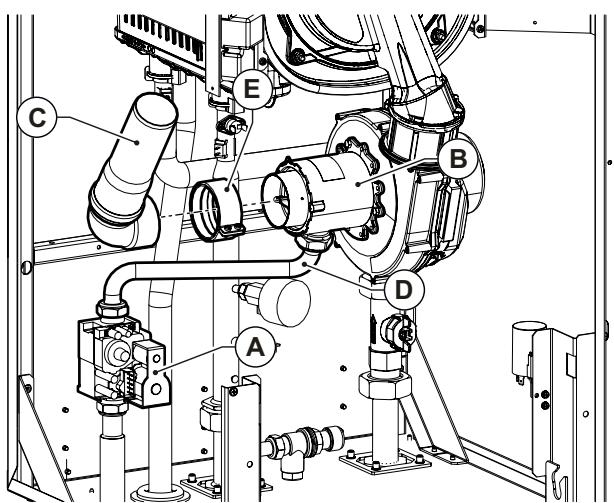

Fig. 32 Silenciador de aspiração
- Remova o silenciador de exaustão **C** retirando-o do misturador. No modelo KR 60, antes de retirar o silenciador, remova a manga **E** que o fixa ao misturador **B** (veja Fig. 32 Silenciador de aspiração).
- Desligue o tubo do gás **D** do misturador **B** (veja Fig. 32 Silenciador de aspiração).
- Ligue o tubo do gás **D** ao misturador (veja Fig. 32 Silenciador de aspiração).
- Volte a montar o silenciador de exaustão **C** ao misturador. No modelo KR 60, o silenciador deve ser fixado com a manga **E** (veja Fig. 32 Silenciador de aspiração).